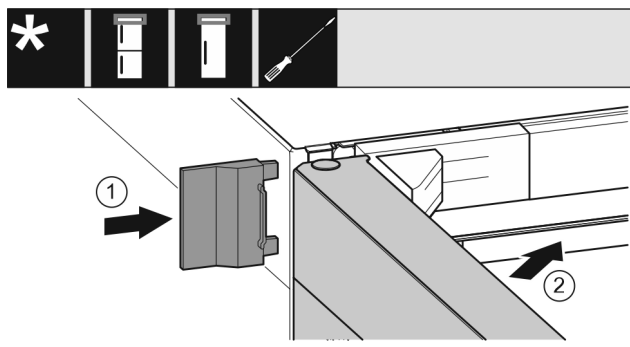

Fig. 27
- Insérer le cache extérieur Fig. 27 (1).
- Fermer la porte supérieure Fig. 27 (2).